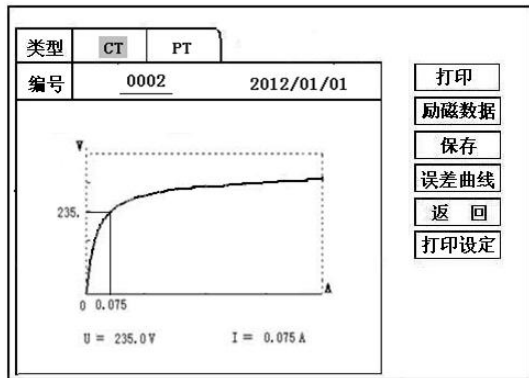

图 6，CT 励磁曲线图
试验时，光标在“停止”选项上，并不停闪烁，测试仪开始自动升压、升流，当测试仪检测完毕后，试验结束并描绘出伏安特性曲线图（如图 6）。
试验结束后，屏幕显示出伏安特性测试曲线（见图 6）。该界面上各操作功能如下：
**误差曲线**：在图 6 的界面中，将光标移至“误差曲线”选定后，屏上将显示伏安特性试验的误差曲线的设置（见图 8）。选定后计算出的误差曲线如图 9。